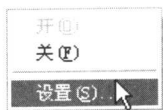
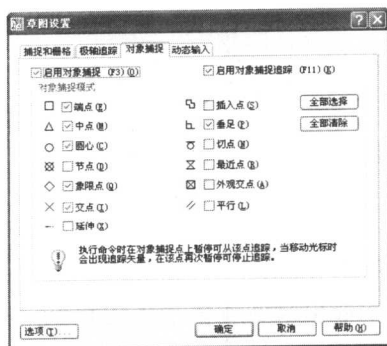

图 1-18 状态栏快捷菜单
图 1-19 设置自动对象捕捉模式
(2) 打开状态栏中的“对象捕捉”模式和“对象追踪”模式，将光标移到“对象捕捉”按钮上单击鼠标右键，在图层的状态栏快捷菜单中选择“设置”选项，如图 1-18 所示，系统弹出“草图设置”对话框，并打开“对象捕捉”选项卡，选中“端点”、“中点”、“圆心”、“象限点”、“交点”和“垂足”复选框，如图 1-19 所示。单击“确定”按钮。